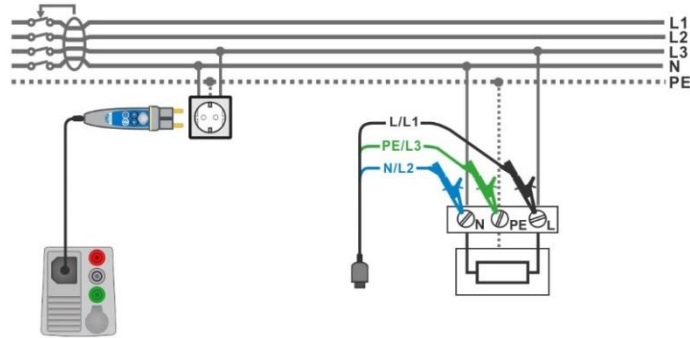

Abbildung 7.47: Anschluss des Commander-Prüfsteckers und der 3-Draht Prüfleitung
- › Schließen Sie die 3-Draht Prüfleitung oder den Commander Prüfstecker am Prüfling an, siehe **Abbildung 7.47**.